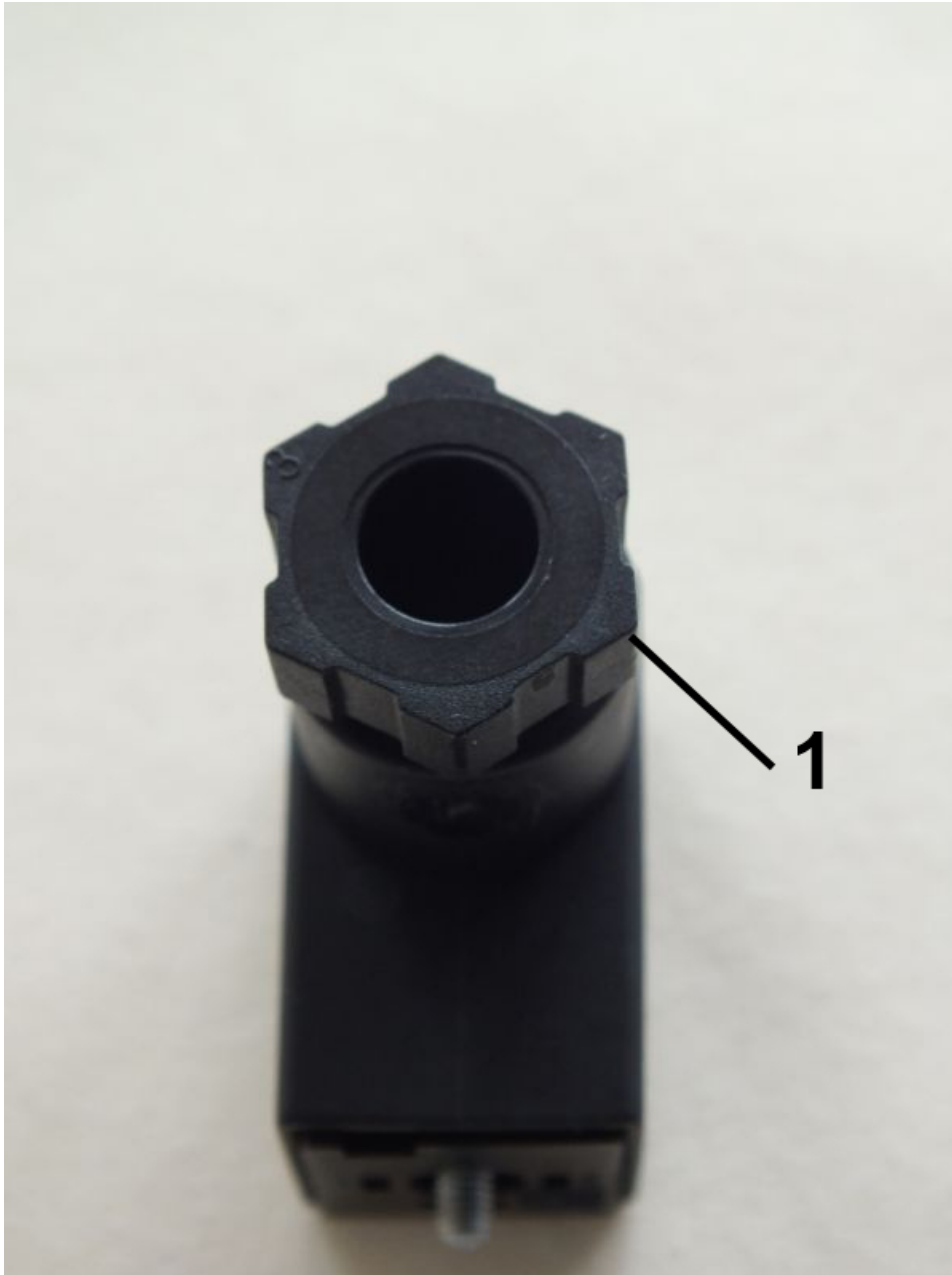

Abb. 25: Verschraubung lösen
- 4.** ➤ Verschraubung (*Abb. 25/1*) durch drehen nach links lösen
- 8.** ➤ Verschraubung (*Abb. 25/1*) durch Drehen nach rechts wieder anziehen